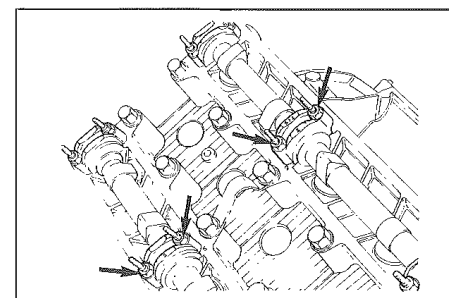
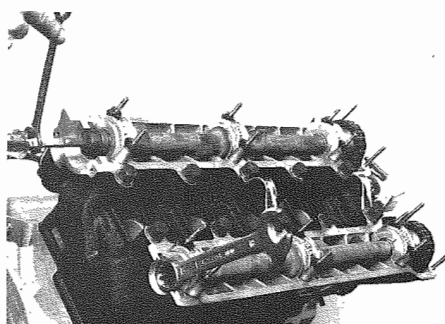

Fig. 3 - Dadi di fissaggio - Nuts
Fig. 7 - Ruotare gli assi a camme
- Controllare che i dadi di fissaggio dei supporti assi a camme siano serrati alla coppia prescritta (**Fig. 3**) (vedi pag. 1-7).
- Check that the nuts fixing camshaft support are tightened at the correct tightening torque (**Fig. 3**) (see page 1-7).
Per ruotare gli assi a camme riferirsi alla **Fig. 7**.
To rotate camshaft revert to **Fig. 7**.
- Prima del serraggio dei supporti alla coppia prescritta (vedi Fig. 3), porre un velo di lubrificante sulle rondelle e sulla filettatura dei prigionieri. Ruotare gli assi a camme di alcuni giri prima di verificare nuovamente il gioco (Fig. 7).
- Before tightening the main bearing to the given torque (see Fig. 3), place a lubricant layer on washers and on stud threads. Rotate camshafts for a few turns before checking the play again (Fig. 7).